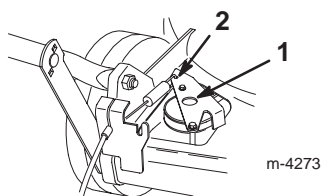

Figure 29
4. Appuyez sur la patte du câble d'autotraction jusqu'à ce qu'elle touche la tondeuse, puis maintenez-la en place (Fig. 29).